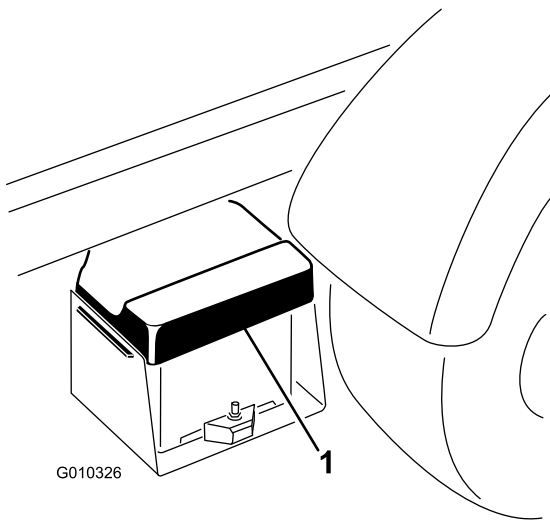

Figura 5
1. Apriete la tapa de la batería para liberar las pestañas de la base de la batería (Figura 5).
2. Retire la tapa de la batería de la base (Figura 5).
6. Alinee la tapa de la batería con la base de la batería (Figura 5).
7. Apriete la tapa de la batería, alinee las pestañas con la base de la batería, y suelte la tapa de la batería (Figura 5).